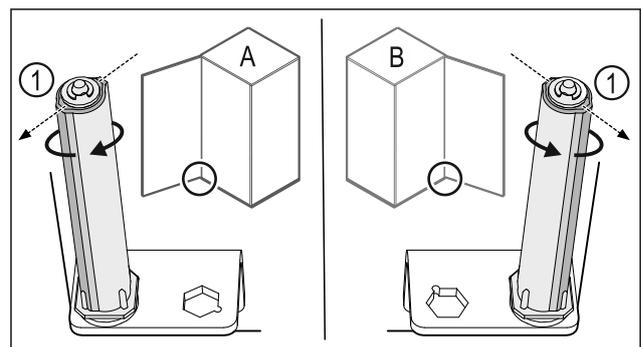

Fig. 35 Linksanschlag (A) / Rechtsanschlag (B)
- ▶ Schließsystem gegen den Widerstand drehen, bis der Steg des Schließsystems Fig. 35 (1) nach außen zeigt.